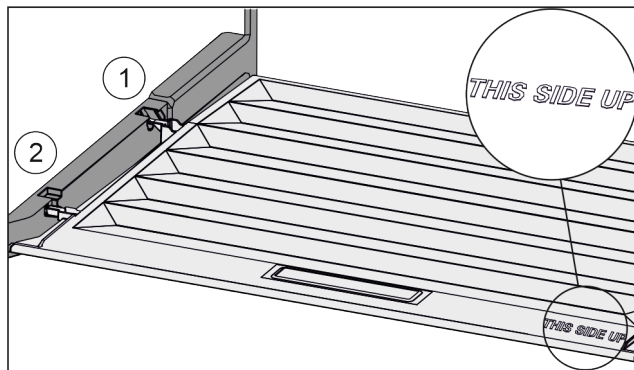

Fig. 125
- ▶ Пъхнете шийките на капака през отвора в задния държач Fig. 125 (1) и фиксирайте отпред в държача Fig. 125 (2).